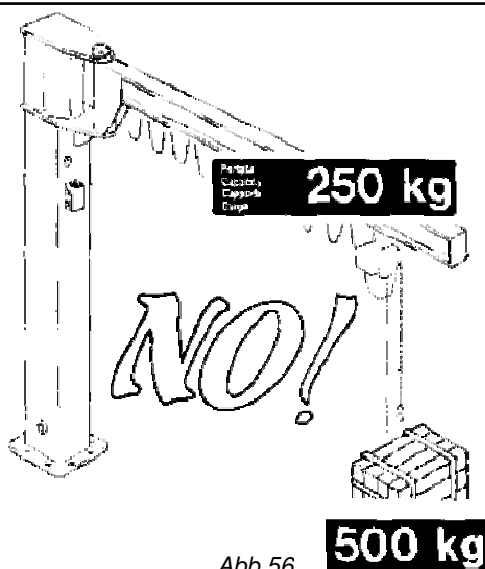

Abb.56
- Lasten mit einem Gewicht (einschließlich eventueller Zubehörteile) die Traglast des Krans überschreitet (Abb.56)